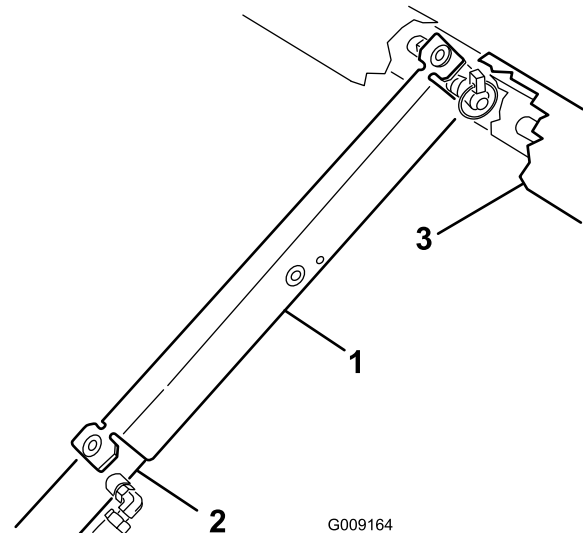

Figura 28
3. Empuje el soporte de la plataforma sobre la varilla del cilindro, asegurándose de que los extremos del soporte descansan sobre el extremo del cilindro y sobre la rótula de la varilla del cilindro (Figura 28).